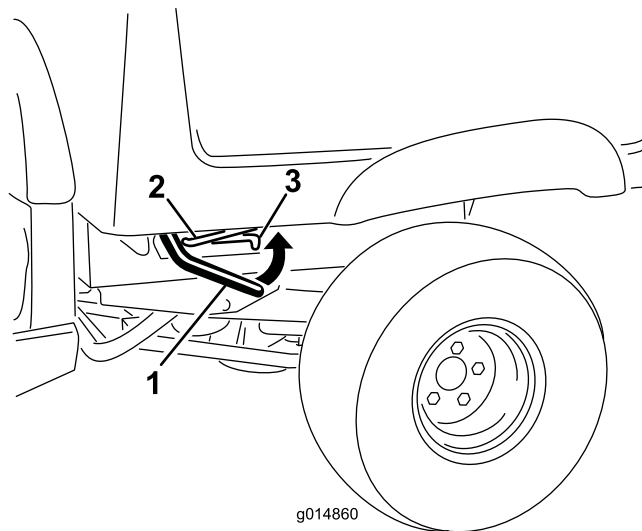

Figura 17
1. Levante la palanca de enganche situada en cada lado de la plataforma, cerca de la esquina delantera, y eleve la plataforma (Figura 17).
2. Sujete la plataforma de carga colocando la varilla de sujeción en la muesca situada al final de la ranura situada en el lado izquierdo del bastidor de la máquina (Figura 17).
1. Eleve la plataforma un poco tirando hacia arriba de la palanca de enganche (Figura 17).
2. Extraiga la varilla de sujeción de la muesca de la ranura (Figura 17).
3. Baje la plataforma hasta que se enganche firmemente en su sitio (Figura 17).